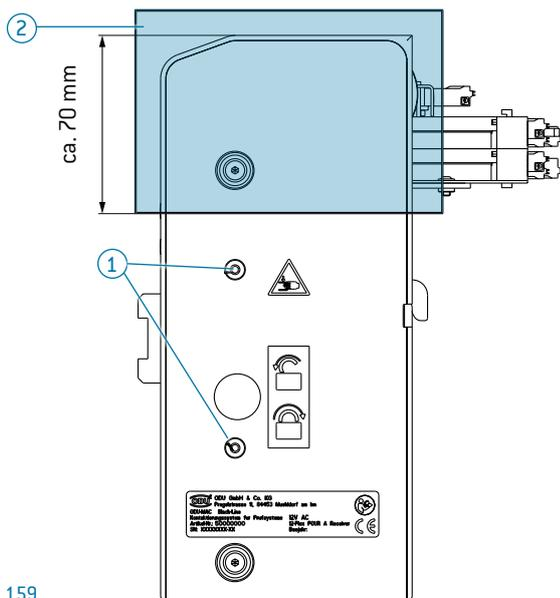

Abb. 159
- ▶ Wenn dies nicht möglich ist müssen mindestens die Schrauben ① oder Abdeckung sowie der markierte Bereich ② zugänglich sein (Abb.159).